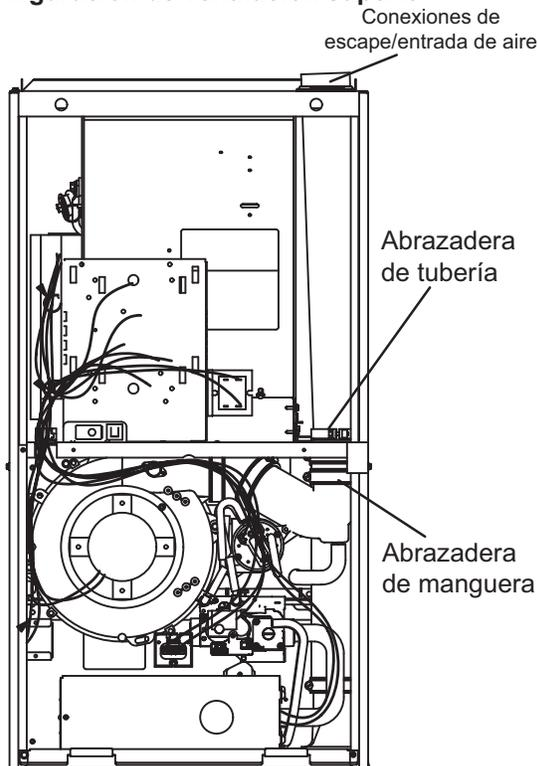
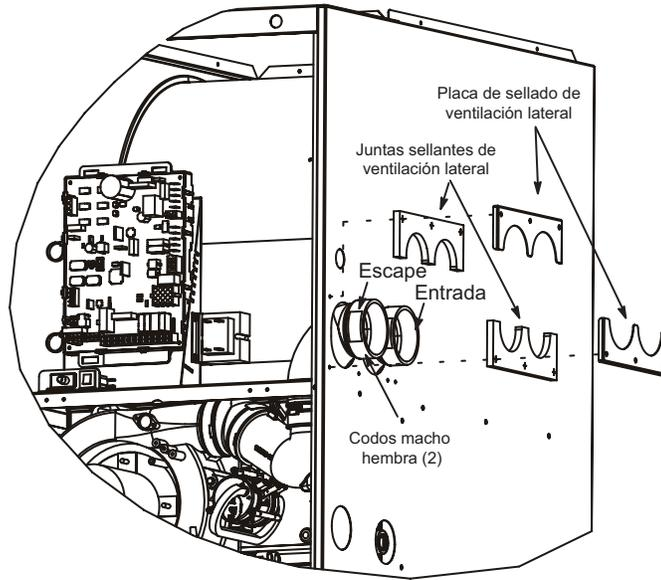

FIGURA 19
FIGURA 22
La unidad EL297DFVK se envía con la conexión de escape de ventilación / toma de aire en la tapa superior. Ver FIGURA 19. Usando las partes suministradas, el calefactor se puede modificar en el sitio para tener estas conexiones al lado derecho del gabinete del calefactor. Vea la FIGURA 22 y siga los pasos a continuación. Para la ventilación de lado izquierdo, ordenar el kit 87W73.
- 2 - Afloje las abrazaderas de manguera que sujetan los accesorios de caucho a las tuberías de PVC blanco dentro del área del vestíbulo. Ver FIGURA 19.
- 3 - Afloje la abrazadera que sujeta las tuberías en la cubierta del soplador. Ver FIGURA 19.
- 11 - Desprenda la cubierta protectora posterior de las juntas de sellado de la ventilación lateral (2) y aplíquelas a las placas de sellado de la ventilación lateral (2) como se muestra en la FIGURA 22.
- 12 -Instale las placas y juntas de sellado de la ventilación lateral en el exterior del gabinete como se muestra en la FIGURA 22. Sujételas con seis tornillos de montaje (cuatro reutilizados y dos de la bolsa). Los agujeros están pretaladrados en las partes y el gabinete, así que no hay que taladrar.